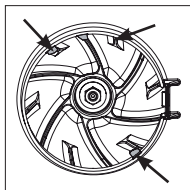

Fig. 05
2. Enquanto mantém a porta do motor aberta, alinhe as três (3) ranhuras do tubo superior do aspirador com as três (3) abas da trava da entrada do motor [Fig. 05].